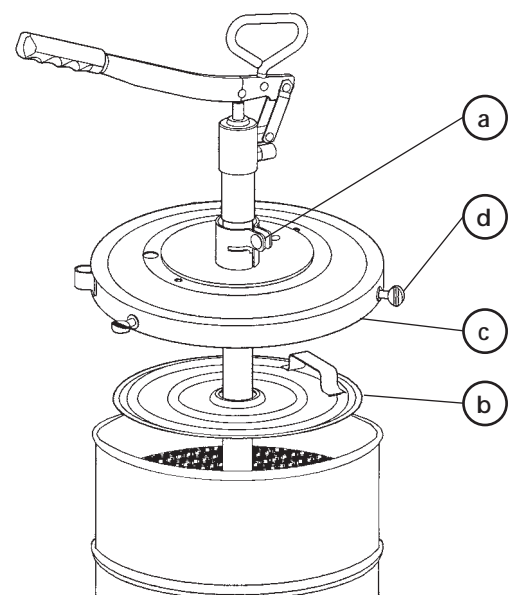

Fig. 2
**Part number 1984** (for 35 lb pail) See figure 2.
**Pour le modèle 1984** (pour seaux de 12.5/18 Kg), voir fig.2.